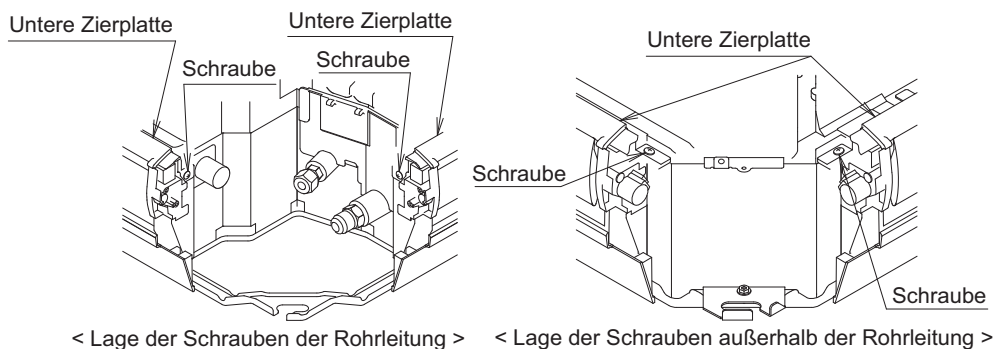

Abb. 14
- \* Wenn es schwierig ist, das Sperrmaterial einzusetzen, lösen Sie zuvor die Schrauben links und rechts auf der unteren Zierplatte. Achten Sie darauf, die gelösten Schrauben nach der Fixierung des Sperrmaterials wieder festzuziehen. **(Siehe Abb. 14)**